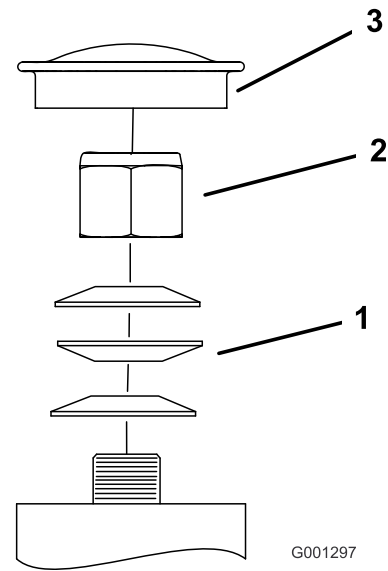

Figura 60
3. Retire o tampão antipoeira da roda e aperte a porca de freio (Figura 60).
4. Aperte a porca de freio até que as anilhas de mola estejam planas e, em seguida, recue 1/4 de volta para aplicar devidamente a pré-carga nos rolamentos (Figura 60).
**Importante:** Certifique-se de que as anilhas de mola estão correctamente montadas como apresentado em Figura 60.
5. Instale o tampão antipoeira (Figura 60).